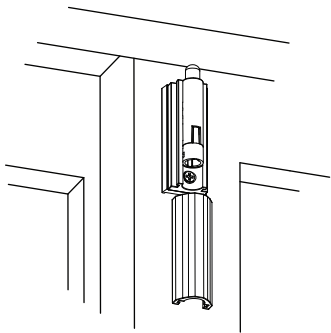

Fig 2.
1. Before installation, remove the pull-key and cover. Push the button while pulling the pull-key until it comes free. To remove cover, push down and slide it along the base towards the pull-key end. (Fig 2)
3. Place the pin body onto the base so that the location tab fits into one of the three position slots. (Fig 2) Select the position slot that gives the closest fit to the keeper without causing interference.
1. Avant l'installation, retirez la clé-tirette et le couvercle. Appuyez sur le bouton tout en tirant sur la clé-tirette jusqu'à ce qu'elle se libère. Pour enlever le couvercle, poussez-le le long de la base, vers l'extrémité de la clé de tirage. (Fig. 2)
3. Mettez la chambre de la cheville dans le support de manière à ce que l'onglet de positionnement entre dans l'une des trois fentes d'alignement. (Fig. 2) Choisissez la fente d'alignement qui se trouve le plus près de la gâche sans interférence.
1. Antes de la instalación, retire la llave de bloqueo y la cubierta. Presione el botón y tire de la llave de bloqueo hasta retirarla. Para retirar la cubierta, empujela hacia abajo y deslícela a lo largo de la base hacia el extremo de la llave de bloqueo. (Fig. 2)
3. Coloque la caja del pasador sobre la base de manera que la lengüeta de posición calce en una de las tres ranuras de posición. (Fig. 2) Seleccione la ranura de posición que proporcione el calce más cercano al dispositivo de cierre sin provocar interferencia.